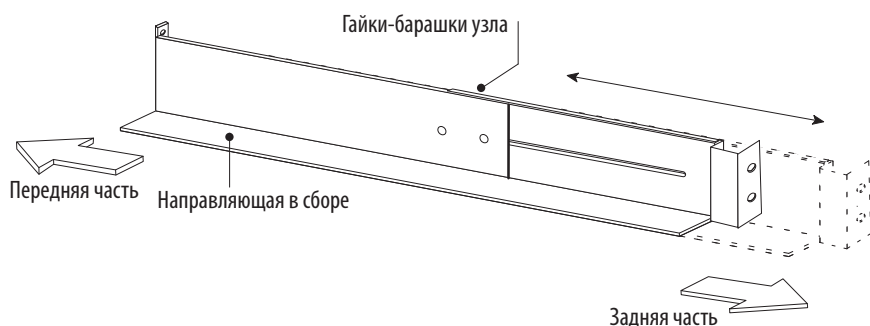

Рисунок 9. Регулировка глубины направляющей
1. Ослабьте гайки-барашки узла на обеих направляющих в сборе и отрегулируйте размер направляющих в глубину вашей стойки (см. рисунок 9).